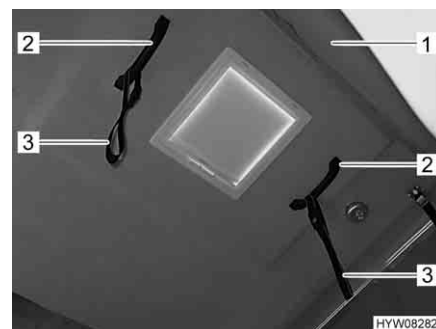

Fig. 26 Maniglia sul tetto a soffietto
- Spingere il tetto a soffietto (Fig. 26,1) completamente verso l'alto mediante le maniglie (Fig. 26,2).
- Tirare lentamente verso il basso il tetto a soffietto (Fig. 26,1) tenendolo per le maniglie (Fig. 26,2) o le cinghie ausiliarie (Fig. 26,3) fino a che il tetto a soffietto rimane autonomamente in questa posizione. Prestare attenzione a che i dispositivi di inserzione laterali (Fig. 28,2) si pieghino verso l'interno.